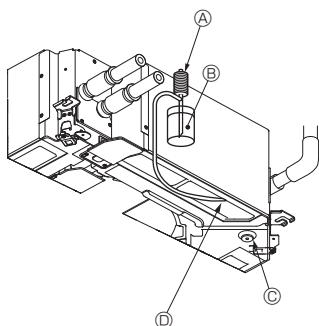

Fig. 7-5
7.4. Kontrollere avløpet (Fig. 7-5)